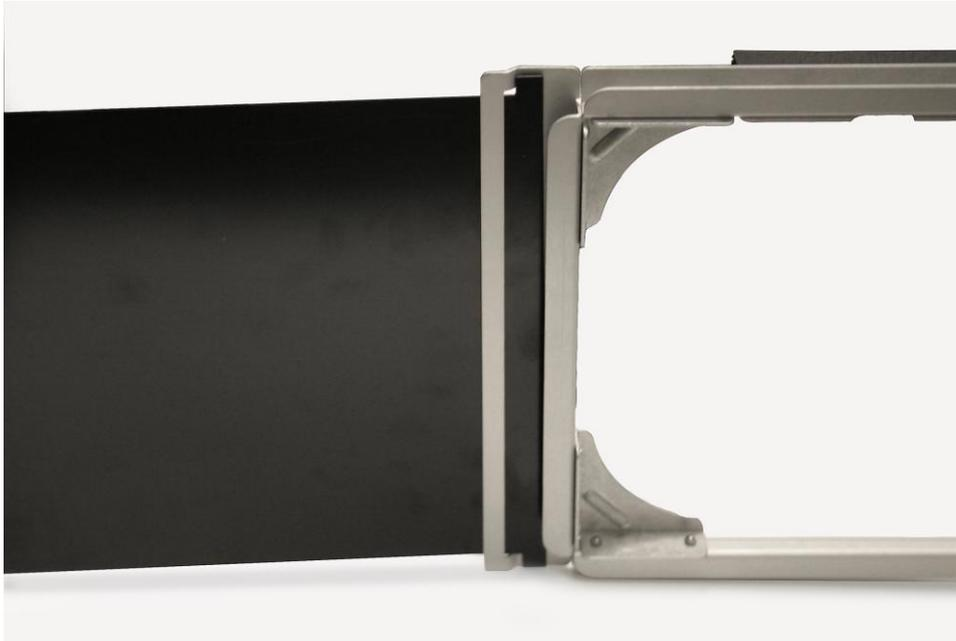

Abbildung 26: Befestigen der Stoffhaube und der Stützstangen an Rahmen und Sockel
3. Setzen Sie die Platten von der Seite des Rahmens in die Schlitze ein, wo die Stoffhaube an der U-Rille des Rahmens befestigt ist (siehe Abbildung 26). Verwenden Sie eine Plattenlänge, die zur Breite der jeweiligen Werkbank passt.